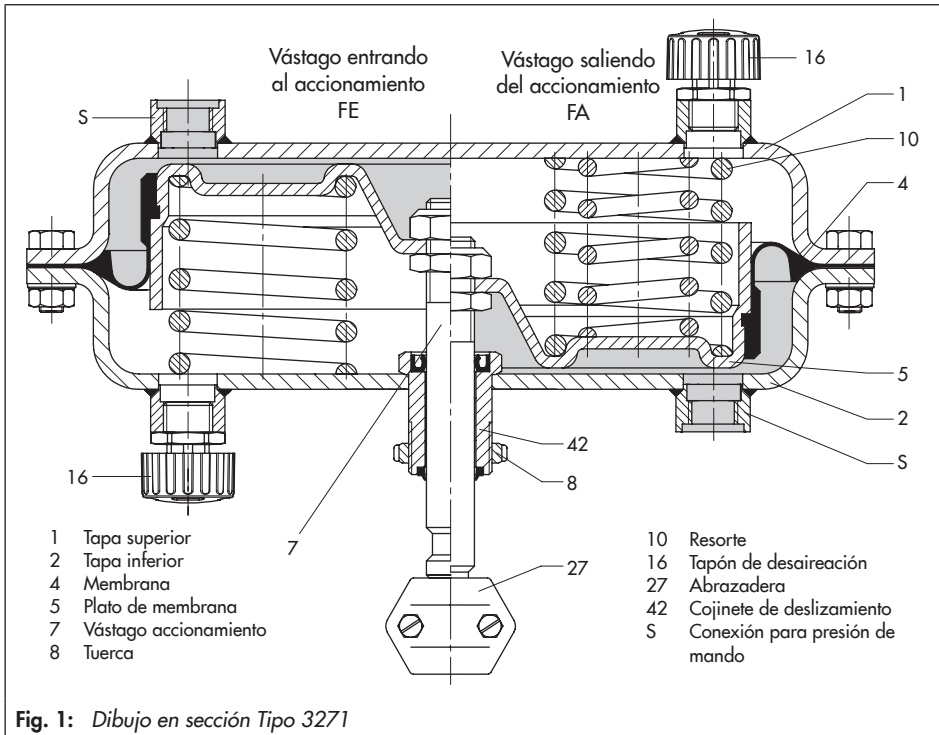

Fig. 1: Dibujo en sección Tipo 3271
→ ver fig. 1
En el accionamiento Tipo 3271 en la ejecución "vástago saliendo del accionamiento FA" (fig. 1, derecha) la presión de mando se conduce a través de la conexión inferior de la presión de mando (S) a la cámara de la membrana inferior y el vástago del accionamiento (7) se desplaza hacia arriba contrarrestando la fuerza de los resortes.
En la ejecución "vástago entrando al accionamiento FE" (fig. 1, izquierda) la presión de mando se conduce a través de la conexión superior de la presión de mando (S) a la cámara de la membrana superior y el vástago del accionamiento (7) se desplaza hacia abajo contrarrestando la fuerza de los resortes.